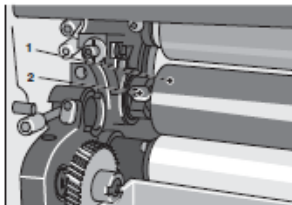

図 19 ローラロックの開放
1. 駆動側と操作側のローラロックを緩めます。そのためには両方のラッチ(図 19/2)を下に回してください。
2. 水撒けローラ(図 19/1)を湿し装置から取り外します。